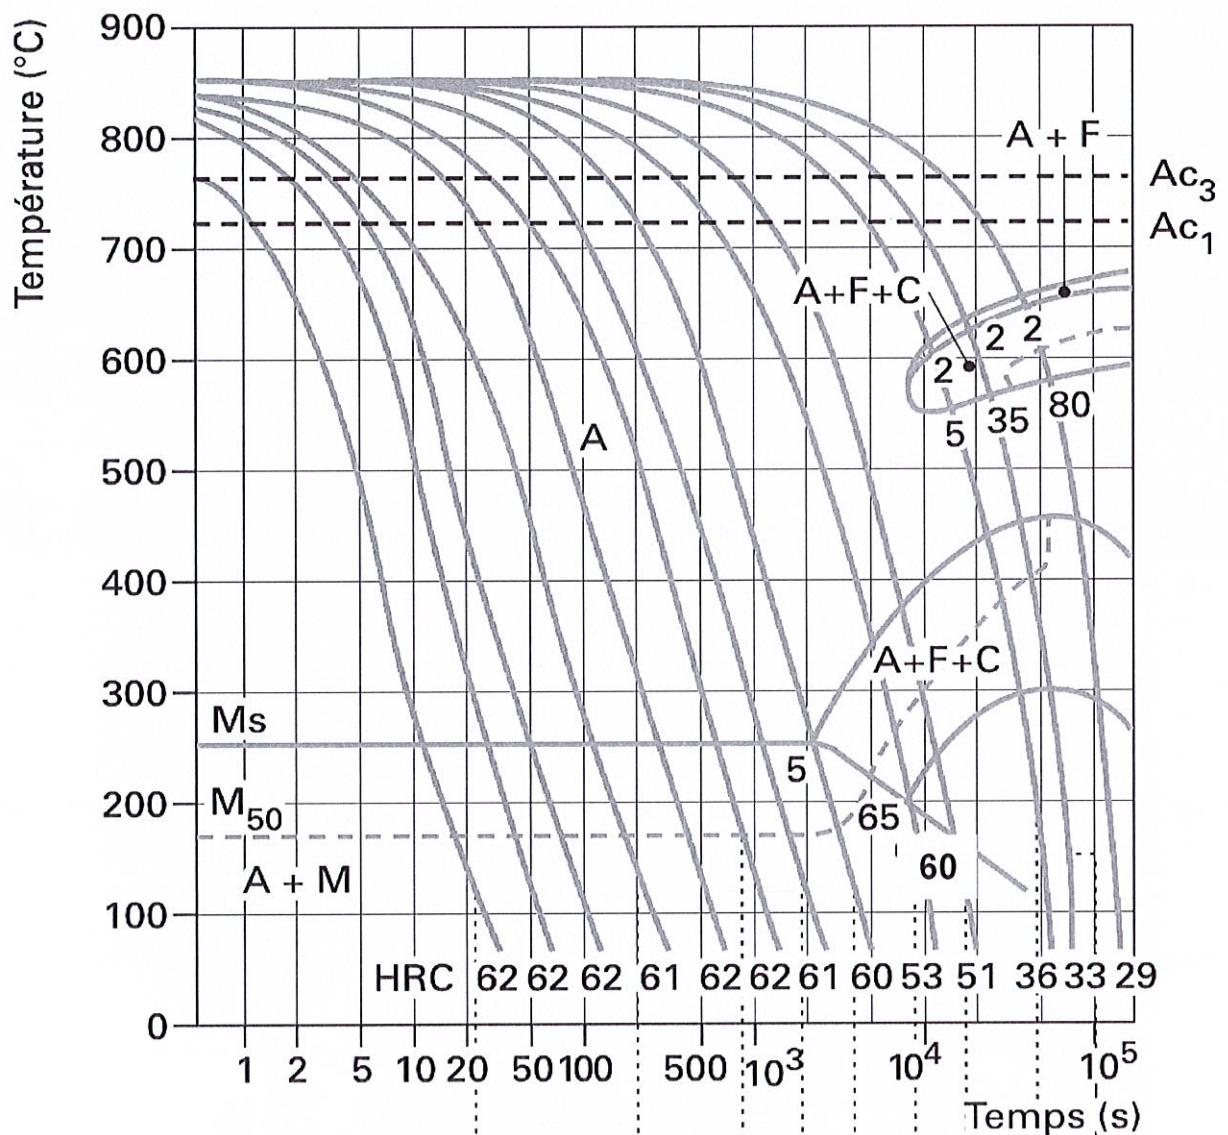

Figure 2 – TRC de l'acier 60 NiCrMo11-3
3.) On se propose d'étudier le TRC de l'acier 60NiCrMo11-3 (Figure 2).